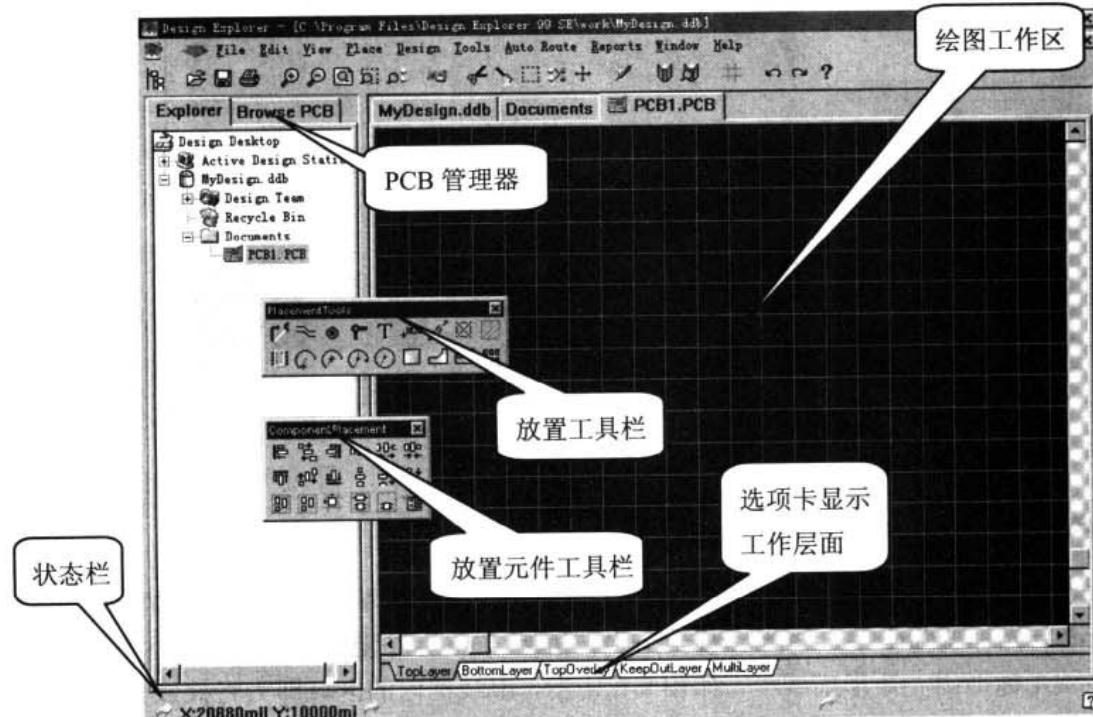

图 9-4 PCB 编辑器
- (4) 双击工作窗口的图标，或单击浏览器中的 PCB1 文件的图标，便可以启动如图 9-4 所示的 PCB 编辑器。启动 PCB 编辑器后，菜单栏里将自动添加设计 PCB 所需的各种工具栏。